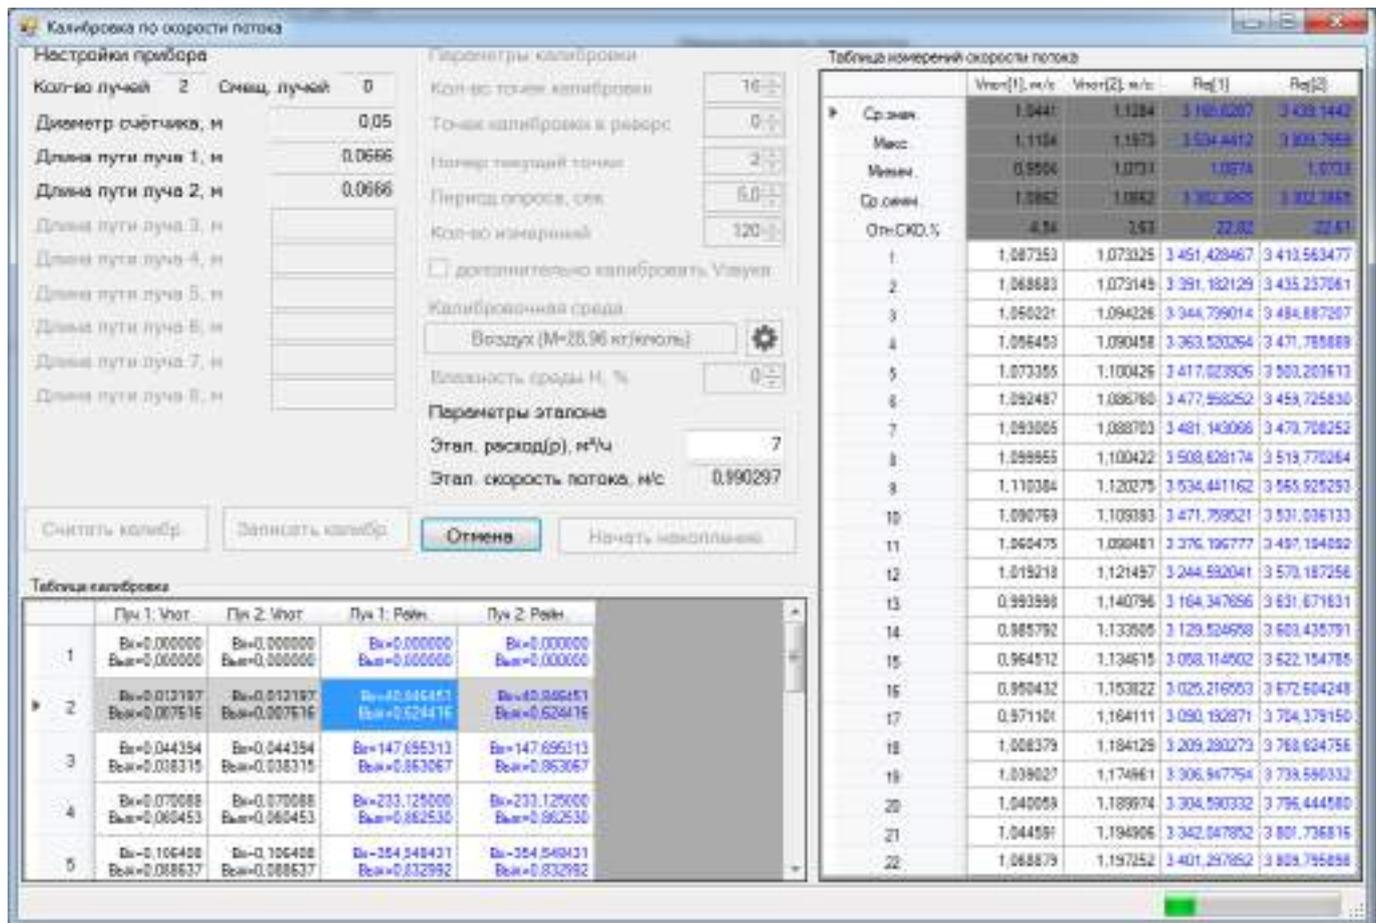

Рисунок 3.3 – ЭФ Калибровка по скорости потока
4. В окне калибровки по скорости потока задать необходимые параметры калибровки, эталонный расход первой точки и нажать кнопку "Начать накопление" (Рисунок 3.3).